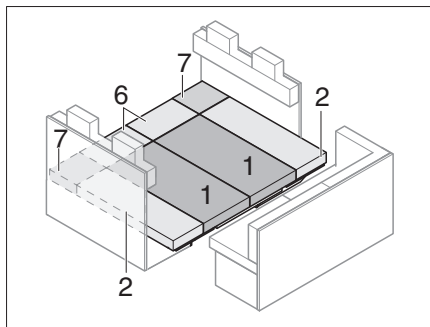

Fig. 195 Après la transformation
- Placer les coussins d'assise, les dossiers et les coussins supplémentaires comme montré en Fig. 195.